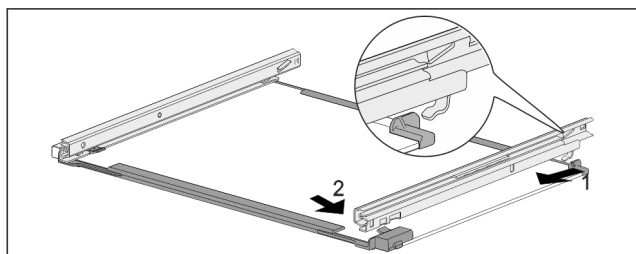

Fig. 181 Glashylla med skenor
- ▶ Haka fast skena baktill. Fig. 181 (1)
- ▶ Haka fast skena framtill. Fig. 181 (2)